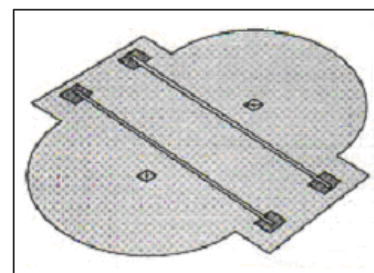

fig. 1
- Étendre le(s) tendeur(s) (9) (selon le modèle de piscine) en largeur, comme indiqué sur la fig. 1.
- Unir le support oblique (3) au tendeur (9) à l'aide de vis M5x15 (10) et de boulons (11) Serrer ensuite les boulons. Assurez-vous que la partie angulaire du support oblique (3) est fixée conformément aux photos 1, 2, 3. Le support oblique (3) devra être fixé sur la partie supérieure du tendeur.